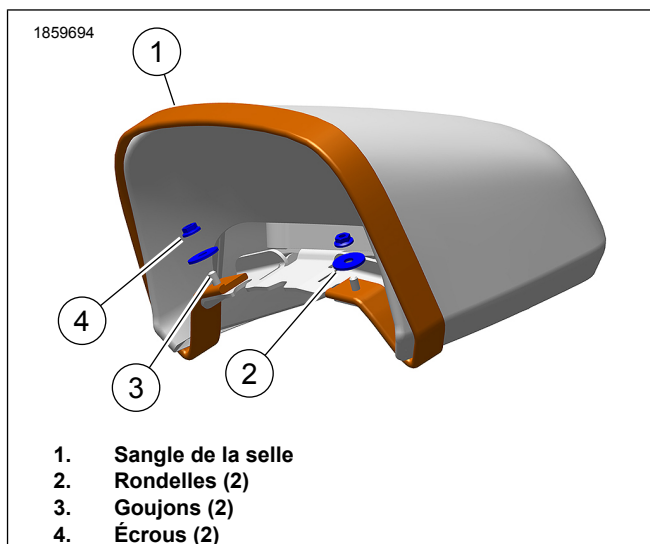

Figure 2. Retirer la sangle de siège
1. **Modèles avec un siège passager :** Voir la Figure 2. Retirer la sangle de siège.
- a. Retirer les boulons (4) et les rondelles (2).
- b. Retirer la sangle de siège (1) des goujons (3).